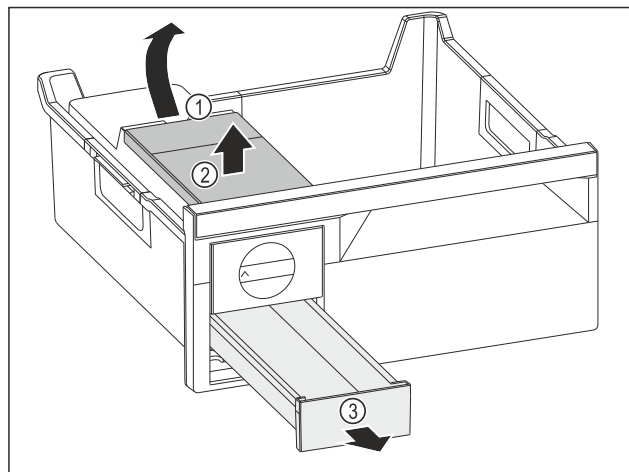

Fig. 130
- ▶ Wymywanie zbiornika wody: Zbiornik wody unieść za wycięcia Fig. 130 (1).
- ▶ Wyjąć zbiornik wody Fig. 130 (2) do góry.
- ▶ Wyjąć szufladę na kostki lodu Fig. 130 (3) do przodu.